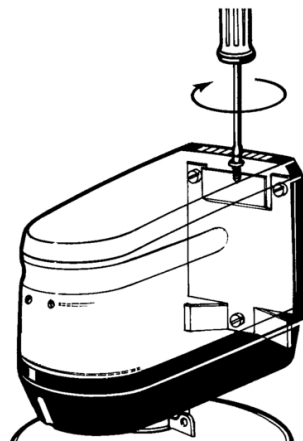

Abb. 9: Befestigung an Wandhalterung
4. Wasserzähler (siehe B, Abbildung 9) an den Einbaudrehflansch montieren (Befestigungsprinzip siehe Kapitel 3.5.1).